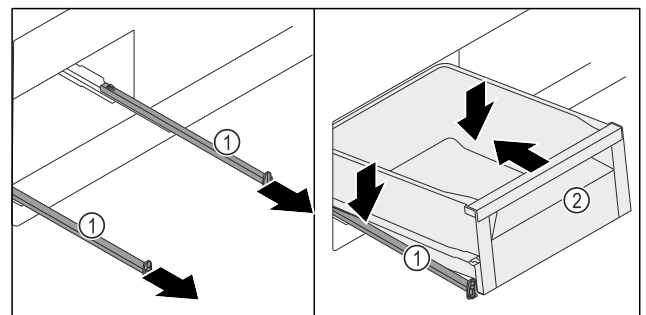

Fig. 126
- ▶ Estrarre le guide Fig. 126 (1).
- ▶ Mantenere fisse le guide Fig. 126 (1) e posizionare il cassetto Fig. 126 (2) in posizione obliqua inserendolo dall'alto sulle guide Fig. 126 (1).
- ▶ Inserire il cassetto Fig. 126 (2) sulle guide Fig. 126 (1) spingendolo all'indietro fino a battuta.